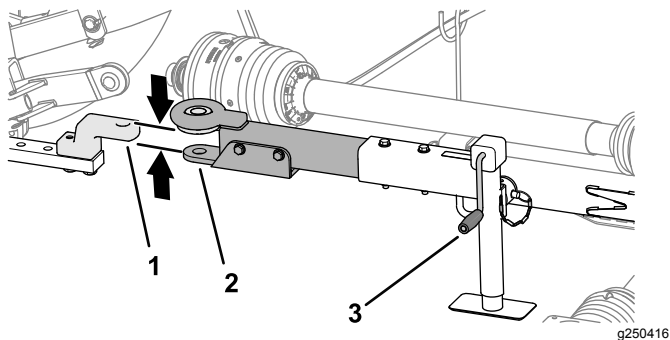

Bild 28
1. Heben oder senken Sie die Deichsel mit der Deichselhebelkurbel, dass diese mit der Deichsel oder Anhängerkupplung des Zugfahrzeugs auf einer Höhe ist (Bild 28).
3. Richten Sie die Deichsel oder Anhängerkupplung des Zugfahrzeugs auf die Deichsel des Mähers (Bild 28) aus.